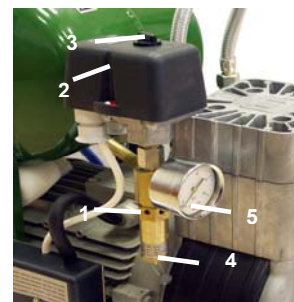
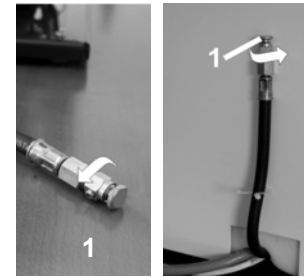

Bild.10
Bild.11
(Bild.10)
Kompressoren ohne Lufttrockner (Bild.11, Bild.12)
Falls der Kompressor längere Zeit nicht genutzt wird, ist es empfehlenswert, das Kondensat aus dem Druckbehälter abzulassen und den Kompressor dann für 10 Minuten mit geöffnetem Kondensatablassventil (1) (Bild.11, Bild.12) in Betrieb nehmen. Danach den Kompressor mittels des Schalters (3) auf dem Druckschalter (2) (Bild.10) ausschalten, das Ventil für den Kondensatablass schließen und das Gerät vom Stromnetz trennen.
Das Gerät vom Stromnetz trennen. Druckluft aus dem Druckbehälter durch Öffnen des Kondensatablassventils (1) (Bild.11, Bild.12) ablassen. Das Gerät entsprechend der örtlich geltenden Vorschriften entsorgen. Die Entsorgung ist gegebenenfalls einer spezialisierten Firma zu übergeben. Alle Produktteile des Gerätes haben nach Ablauf ihrer Lebensdauer keinen negativen Einfluss auf die Umwelt.